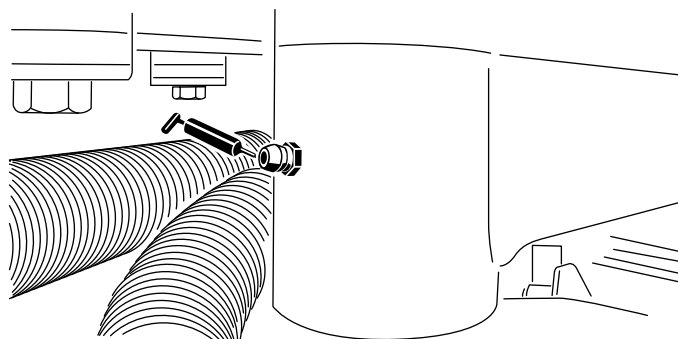

図 38
- ・ ステアリング・ギア (2)（ステアリング・セクタの下のスカーツの下）とステアリング・シャフト (2)（図 38）